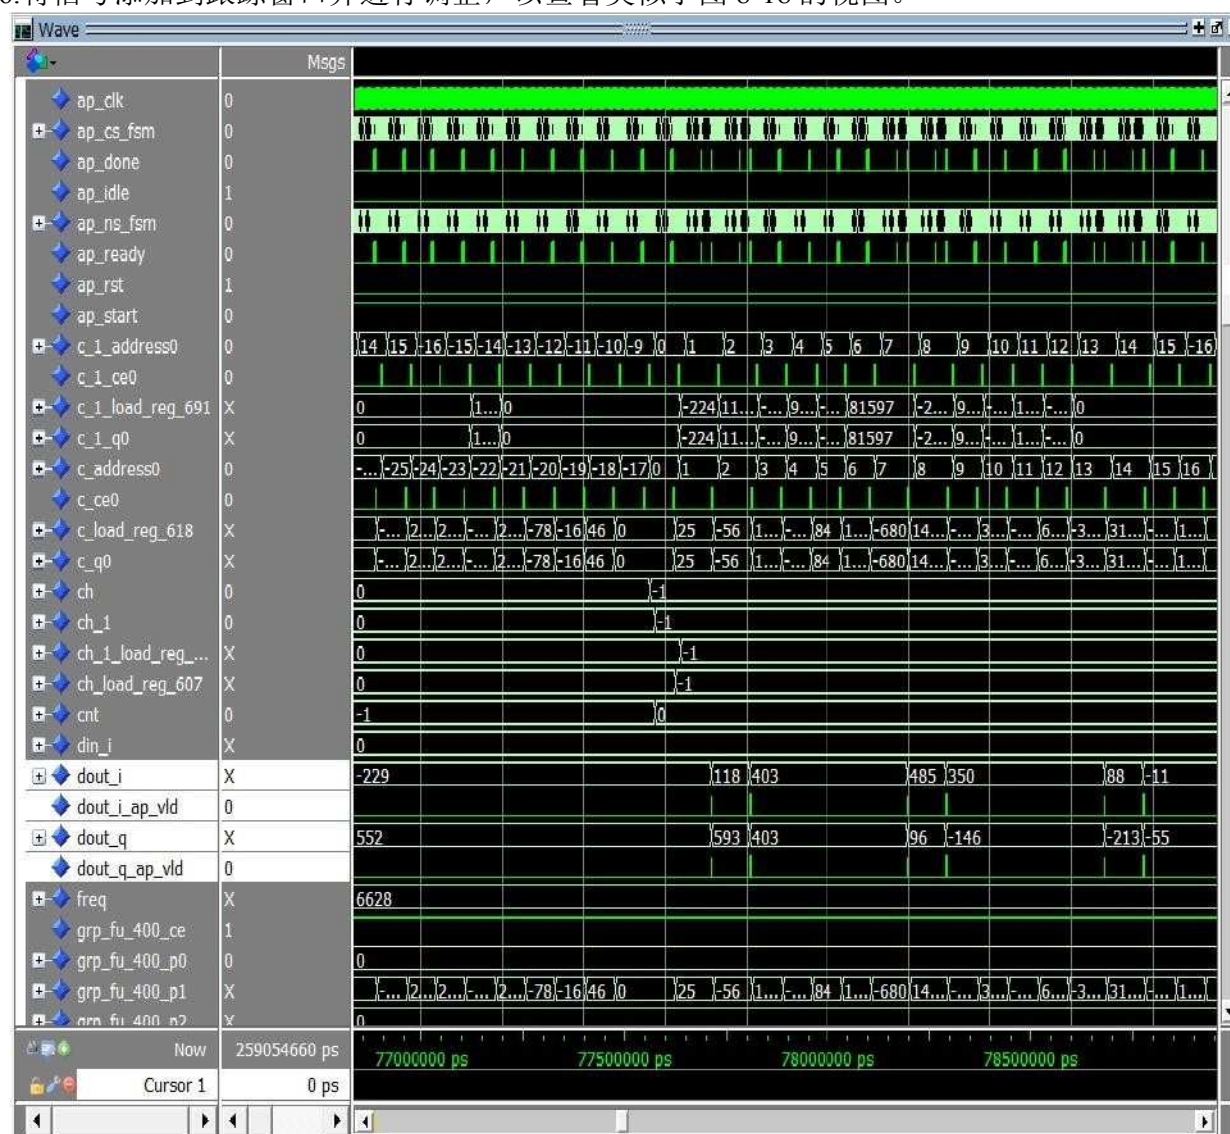

图8-18:在 ModelSim 中查看跟踪文件
6.将信号添加到跟踪窗口并进行调整，以查看类似于图 8-18 的视图。